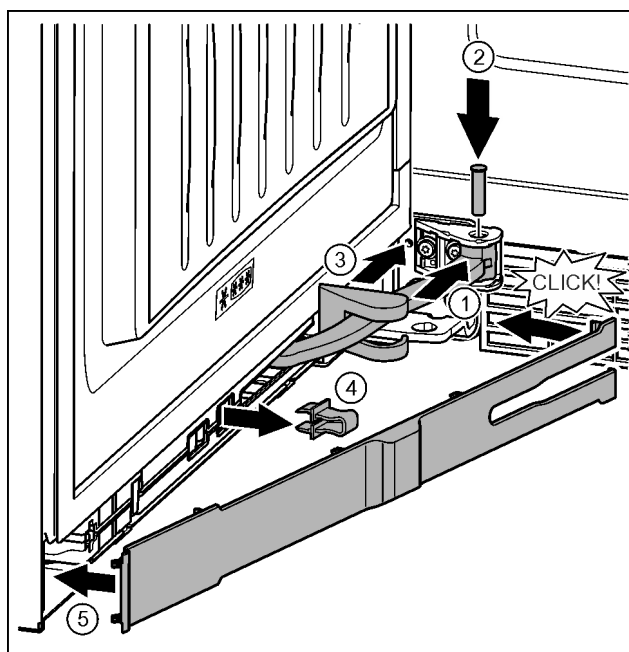

Fig. 40
- ▶ Kĺb otočte v závесе. Fig. 40 (1)
- ▶ Skrutkovačom T15 nasadte čap do závеса a kĺbu. Pritom dbajte na to, aby sa zaistovací doraz nachádzal správne v drážke. Fig. 40 (2)
- ▶ Kryt ložiskovej konzoly posuňte pozdĺž kĺbu a namontujte ho nad zavesenie. Fig. 40 (3)
- ▶ Vyberte poistku. Fig. 40 (4)
- ▶ Kryt nasadte na strane rukoväte a priklopte. Fig. 40 (5)